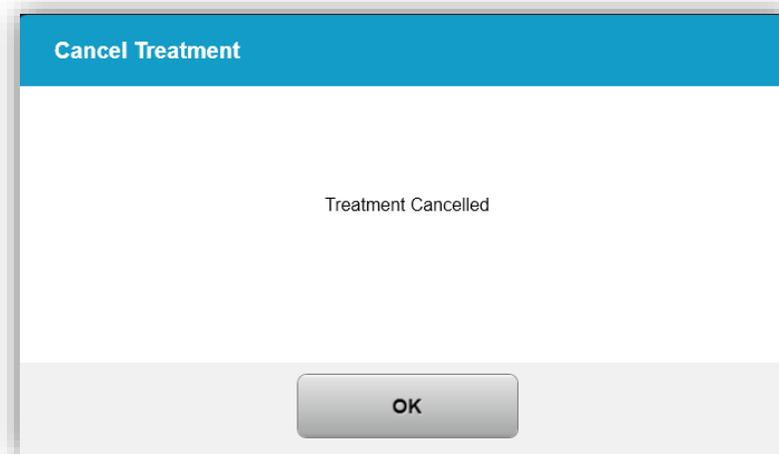

Abbildung 3-30. Bestätigung des Behandlungsabbruchs
- Wenn der Abbruch der Behandlung bestätigt wurde, wird die Mitteilung „Behandlung abgebrochen“ (Treatment Cancelled) wie in Abbildung 3-30 auf dem Bildschirm angezeigt.